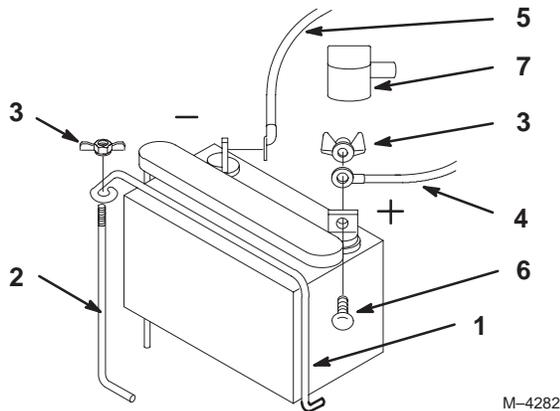

Bild 7
1. Stellen Sie die Batterie auf ihren Träger, wobei die Batteriepole in Richtung Benzintank gerichtet sein müssen (Bild 7).
2. Sichern Sie die Batterie mit einer Klemme, Stützstange und Flügelmutter ab (Bild 7).
3. Ziehen Sie die rote Polkappe über das rote Batterieanschlusskabel (Bild 7).
4. Klemmen Sie das Pluskabel am Pluspol (+) der Batterie und das Minuskabel am Minuspol (-) der Batterie an, wobei Sie die Schlossschrauben und Muttern verwenden (Bild 7).